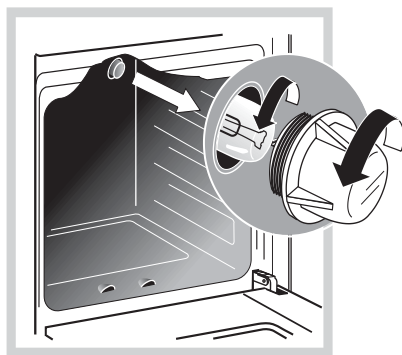

Рис.14
- Открутите стеклянный плафон (рис.14)